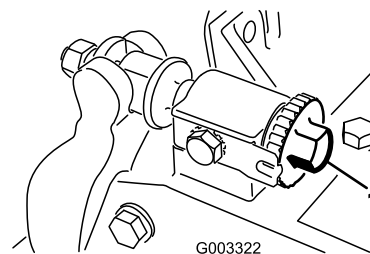
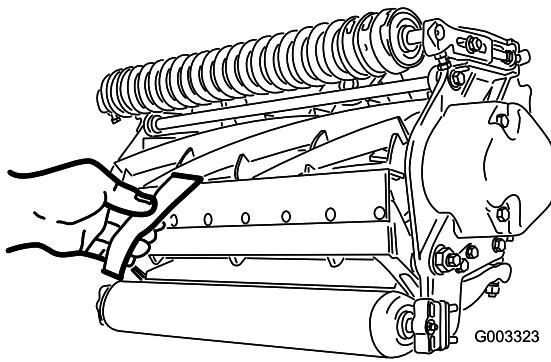

Figura 11
Figura 12
1. Posizionate la macchina su una superficie piana e uniforme. Accertatevi di eliminare il contatto del cilindro ruotando le viti di regolazione della barra di appoggio in senso antiorario (Figura 11).
Importante: Accertatevi che i dadi sull'estremità posteriore delle viti di regolazione della barra di appoggio non poggino sul piano di lavoro (Figura 11).
3. Ad una estremità del cilindro, inserite una striscia di carta da giornale tra il cilindro e la controlama (Figura 12). Mentre ruotate leggermente in avanti il cilindro, ruotate la vite di regolazione della barra di appoggio (Figura 11) in senso orario (sullo stesso lato del cilindro, uno scatto per volta) finché la carta - inserita dalla parte anteriore, parallelamente alla controlama - non verrà leggermente compressa, se inserita dalla parte anteriore, parallelamente alla controlama. Avvertirete una leggera resistenza mentre la carta viene tirata.
5. Una volta terminata la regolazione, verificate che il cilindro comprima la carta, quando viene inserita dalla parte anteriore, e che tagli la carta, quando viene inserita ad angolo retto rispetto alla controlama (Figura 12). Deve essere possibile tagliare la carta con un contatto minimo tra la controlama e le lame del cilindro. Se risulta evidente una resistenza del cilindro/un contatto eccessivo, sarà necessario lappare o riaffilare l'apparato di taglio per ottenere il livello di affilatura necessario per un taglio di precisione (Fate riferimento al manuale Toro per l'affilatura del cilindro e delle macchine a taglio rotativo, Modulo N. 80-300PT).